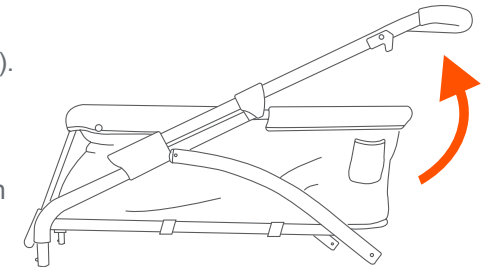

Fig. 1b
• Unfold the stroller frame by pulling the stroller handle upward until it clicks into a locked position (Fig. 1b).
• Despliegue el marco de la carriola jalando la manija de la carriola hacia arriba hasta que encaje en la posición de bloqueo (Fig. 1b).
- Dépliez le cadre de la poussette en tirant la poignée de la poussette vers le haut jusqu'à ce que vous entendiez un déclic en position verrouillée (Fig. 1b).